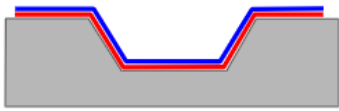

Fig.8
- Lorsque le film est posé en suivant les étapes expliquées ci-dessus, il est important de laisser le matériau et la surface refroidir avant toute découpe ou chevauchement. *Fig.8*